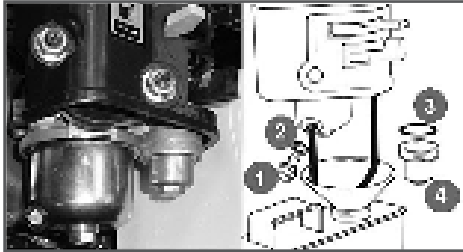

Рис.12 Обслуживание фильтра-отстойника карбюратора
- Открутите болт сливного отверстия (1) и слейте топливо из поплавковой камеры карбюратора (Рис. 12).
- Открутите стакан отстойника (4), вылейте из него топливо в ранее подготовленную емкость.
1. Слейте топливо из топливного бака и карбюратора (Рис. 12).